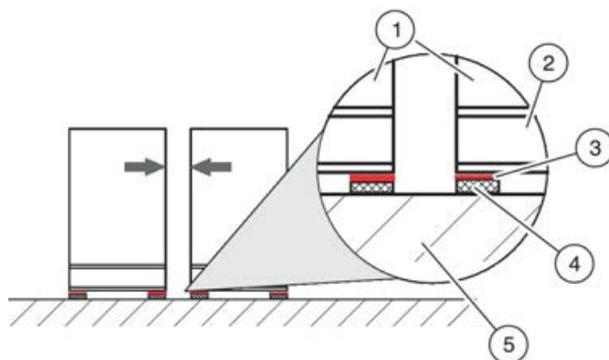

Abb. 13: Geräteverbindung bei schwingungsdämpfender Aufstellung
Die Positionierung der RLT-Bauteile (Abb. 13 /1) auf einem Untergrund mit hohem Reibungskoeffizienten (z. B. Kautschuk- oder Elastomerplatten (Abb. 13 /4)) wird durch Gleitbleche (Abb. 13 /3) erheblich vereinfacht.
1. ▶ Die kundenseitigen Gleitbleche (Abb. 13 /3) unter die RLT-Gerätegrundrahmen (Abb. 13 /2) der einzelnen RLT-Bauteile (Abb. 13 /1) positionieren.